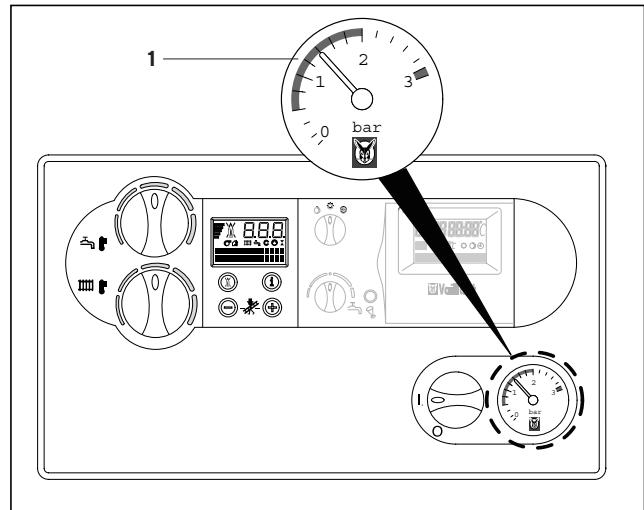

Fig. 3.4 Kontroll av vanntrykk
3.2.2 Kontroll av vanntrykk (fig. 3.4)
- Kontroller anleggets vanntrykk (fylltrykket) på manometeret (1).